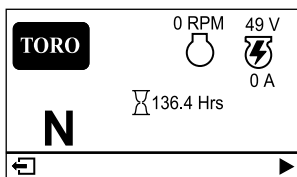

Figure 26
- **Écran d'information principal (Figure 26) :** affiche les données actuelles de la machine quand la clé est à la position CONTACT.